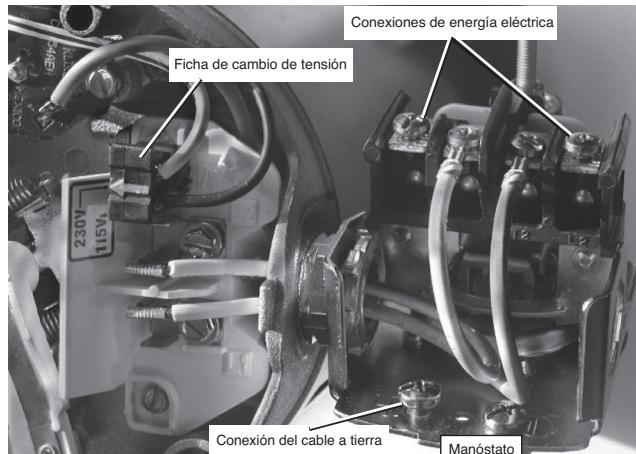

Figura 6 - Tensión configurada a 230 V, tipo ficha
4. Conecte los conductores de admisión de energía eléctrica a los dos tornillos exteriores en el manóstato, como se ilustra en la Figura 6.
5. Conecte el cable a tierra a una de las conexiones de puesta a tierra, ilustradas en la Figura 6.